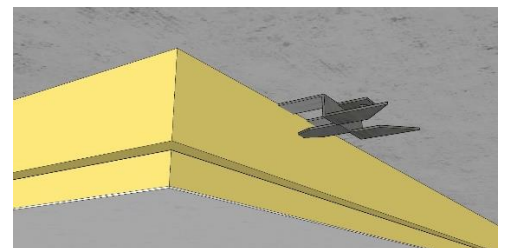

Abbildung 5: Befestigungsklammern am Längsstoß eindrücken
3. Drücke nun die Zwischenklammern wie in Abbildung 5 in die Dämmung ein und markiere dir die Stelle der Bohrlöcher.